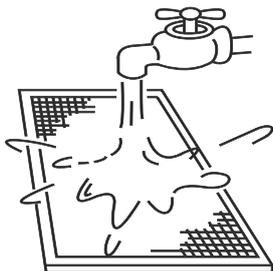

Fig.6-3
- b. El aire interior debe estar dirigido hacia abajo si usa agua limpia. (consulte la fig. 6-3).